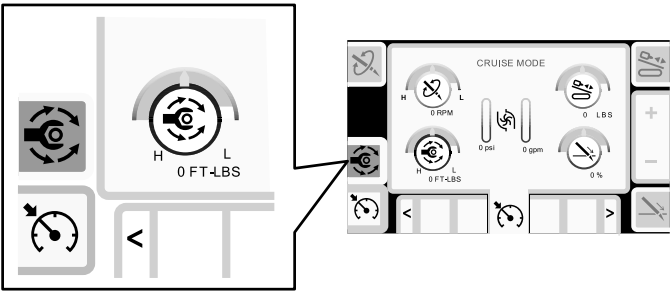

Figura 8
- Nota:** O ícone passa à cor verde e o círculo verde destaca a opção selecionada (Figura 8).